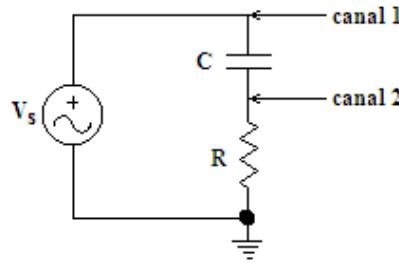

Figura 2
- 1) Monte o circuito da figura 2, observando que o terra de cada canal é ligado ao terra do circuito.
- 1) Escreva a equação diferencial em termos da tensão no capacitor para o circuito da figura 2, genericamente (sem substituir valores).
- 3) Para uma frequência de  $1 \text{ KHz}$ , calcule a corrente eficaz do circuito e, usando um divisor de tensão, calcule as tensões eficazes do resistor e do capacitor, no circuito da figura 2.